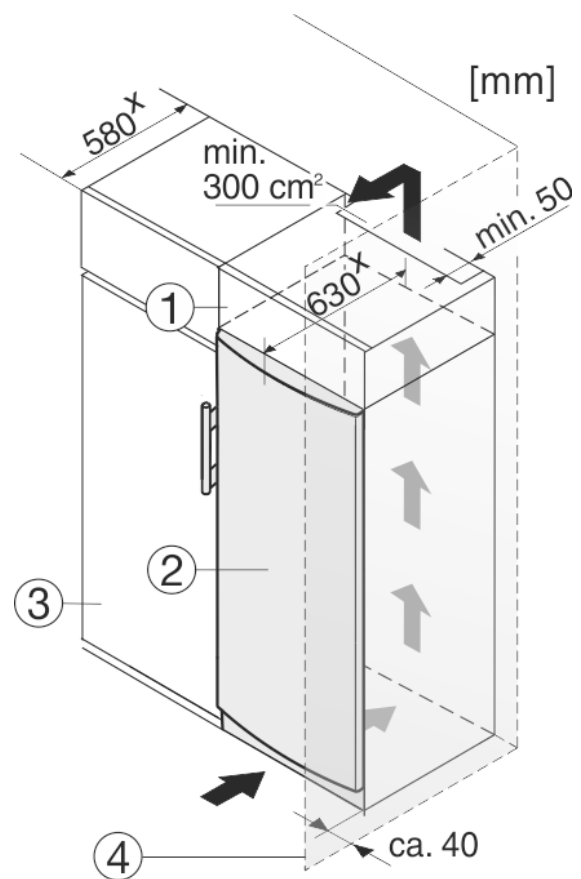

Fig. 9
Устройство может быть окружено кухонными шкафами. Чтобы уравнять устройство *Fig. 9 (2)* по высоте с кухонной стенкой, можно установить над устройством дополнительный шкафчик *Fig. 9 (1)*.
При комбинировании с кухонными шкафами (глубина макс. 580 мм) устройство можно установить непосредственно рядом с кухонным шкафом *Fig. 9 (3)*. Устройство выступает сбоку на 34 ммx и по центру на 50 ммx относительно передней стенки кухонного шкафа.
Если устройство установлено на шарнирах у стены *Fig. 9 (4)*, то расстояние между устройством и стеной должно быть не менее 40 мм. Настолько выступает ручка при открытой дверце.